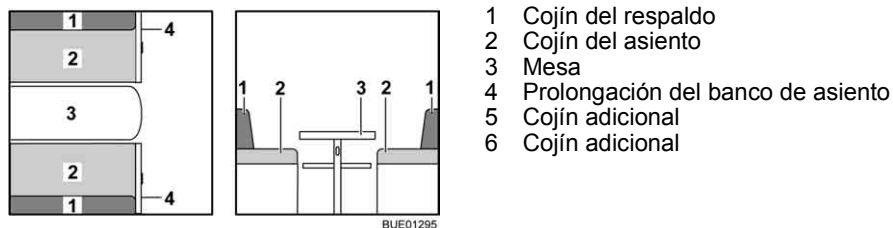

Fig. 123 Antes de la transformación
- Ampliar la mesa (Fig. 123,3) y transformarla en base de cama (véase apartado 6.11).